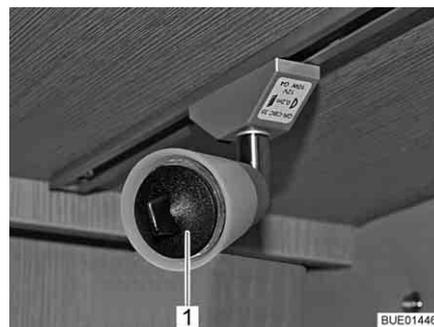

Fig. 274 Ventouse pour changement de lampe
- ▷ Une ventouse (Fig. 274,1) est jointe pour aider à changer la lampe.